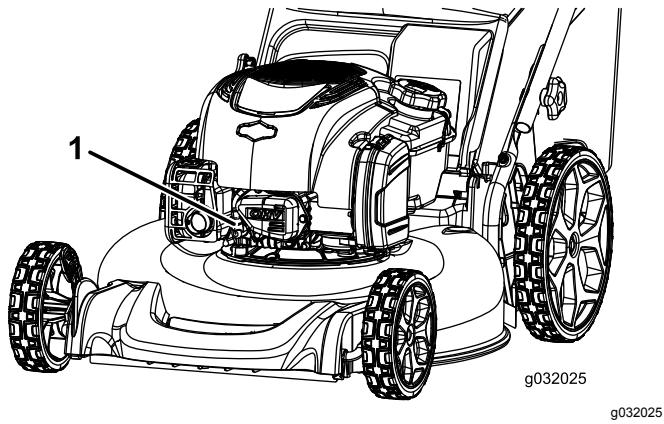

Figura 18
- Scollegate il cappellotto dalla candela (Figura 18).